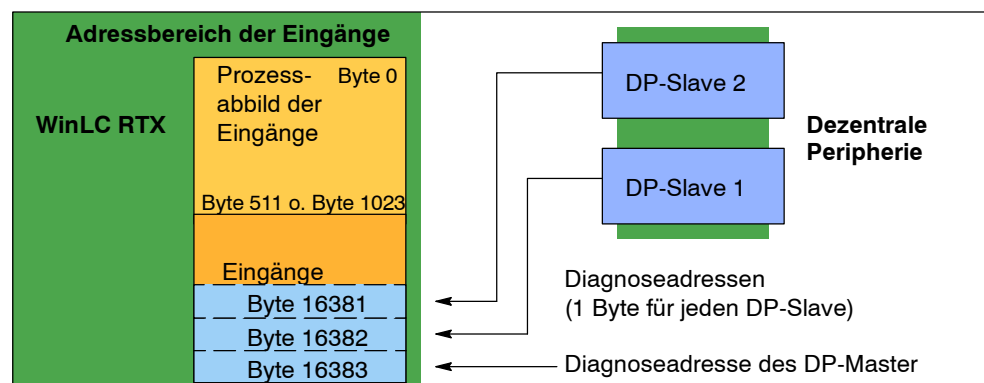

Bild 6-6 Diagnoseadressen für die dezentrale Peripherie
Beim Konfigurieren von WinLC RTX und dem PROFIBUS-DP-Netz in der Hardware-Konfiguration von STEP 7 werden die Diagnoseadressen über dem Prozessabbild der Eingänge (E) zugeordnet (siehe Bild 6-6). Geben Sie keine bestimmte Adresse an, ordnet STEP 7 dem ersten DP-Slave die Adresse EB16383 zu, dem zweiten DP-Slave wird die Adresse PEB16382 zugeordnet, usw.